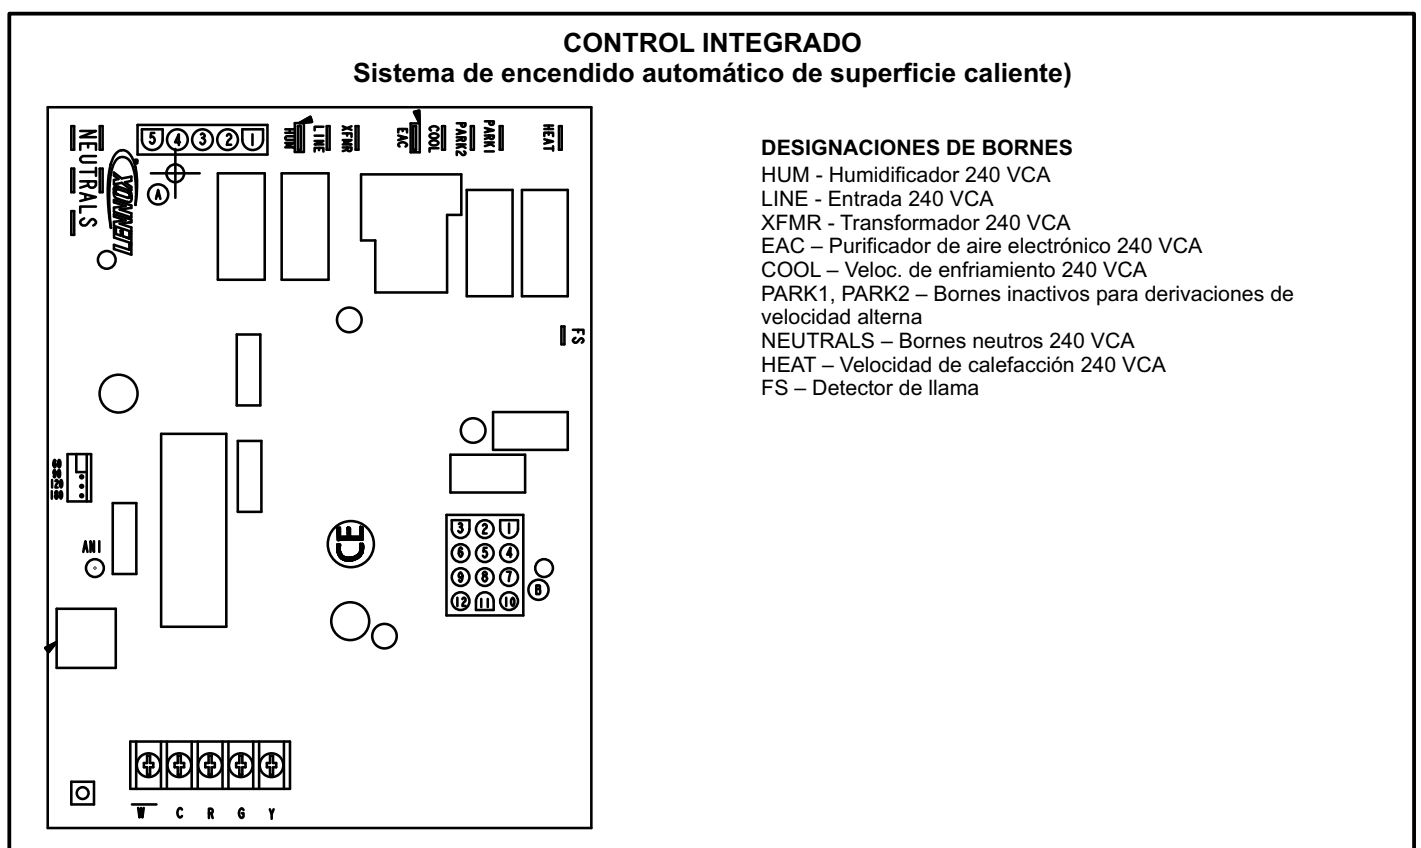

FIGURA 27
- 6 - Se incluye un borne tipo pala "EAC" de tensión de línea en la placa de control del calefactor. Se puede conectar un purificador de aire electrónico con clasificación máxima de 1 amperio a este borne, con la derivación neutral del circuito conectada a uno de los bornes neutrales proporcionados. Ver la figura 27 para la configuración de la placa de control. Este borne se activa cuando la turbina interior está funcionando.
- 7 - Se incluye un borne tipo pala "HUM" de tensión de línea en la placa de control del calefactor. Se puede conectar un deshumidificador con clasificación máxima de 1 amperio a este borne, con la derivación neutral del circuito conectada a uno de los bornes neutrales proporcionados. Ver la figura 27 para la configuración de la placa de control. Este borne se activa en el modo de calentamiento cuando el inductor de aire de combustión está funcionando.